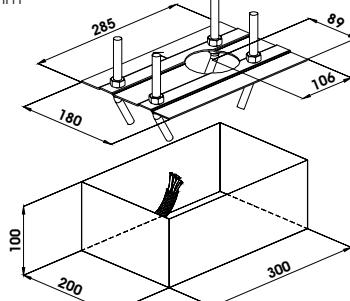

Fig.07
3) una volta determinata la posizione della piastra di fondazione eseguire un plinto come da Fig.07 e murare la piastra oprendendo una o più guaine per il passaggio dei cavi. Verificare la perfetta orizzontalità della piastra con una livella. Attendere che il cemento faccia presa.